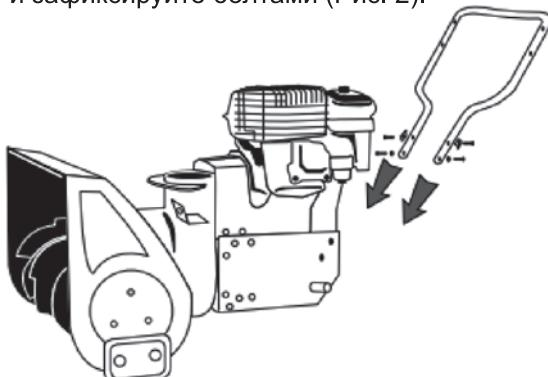

Рис. 2
1. Установите машину на ровную площадку. Установите нижнюю часть рукоятки на раму и зафиксируйте болтами (Рис. 2).